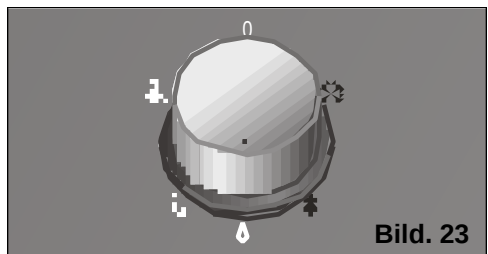

Bild. 23
- ☐ Välj funktionen för luftavfuktning med hjälp av funktionsväljaren, Bild 23.